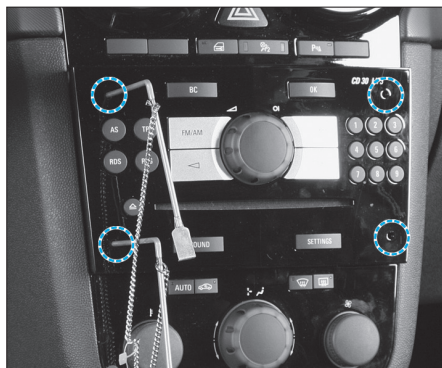

Fig. 25
- Déposer l'autoradio (Fig.25) :